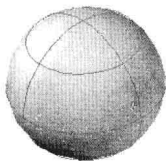
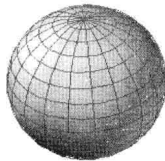

图 8-2-7
图 8-2-8
(1) 在“建模”面板中单击向下三角形按钮 , 在弹出的列表中选择“球体”按钮 .
(2) 命令行提示“指定中心点或 [三点(3P)/ 两点(2P)/ 切点、切点、半径(T)]”, 在视图中单击, 确定球心位置。
(3) 命令行提示“指定半径或 [直径(D)] <423.3387>”, 输入半径的值“50”, 按 Enter 键。或在视图中移动鼠标, 拖出一条直线, 直线的长度作为球体的半径。
(4) 创建的球体, 如图 8-2-7 所示。
(5) 输入系统变量“isolines”, 按 Enter 键。
(6) 命令行提示“输入 ISOLINES 的新值 <4>”, 输入“20”, 按 Enter 键。
(7) 执行菜单命令“视图 / 重生成”, 按新的线框密度 ISOLINES 值为 20 重新生成球体, 如图 8-2-8 所示。球体的线框密度越大, 显示结果越逼真, 越光滑且没有棱角, 但占用的系统资源也越多, 会降低系统运算速度。